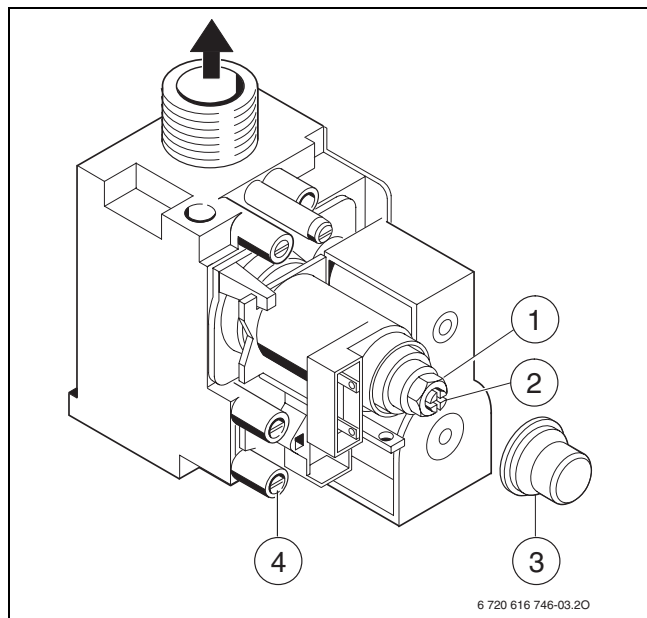

Fig. 53 Bloc gaz
- Pour « max » prendre la pression aux injecteurs indiquée (mbars) dans le tableau sur la page 52 ou 53 et la contrôler. Vérifier que l'écrou (→ fig. 53 [1]) est bien serré en butée sur le corps laiton.
- Pour « min » prendre la pression aux injecteurs indiquée (mbars) dans le tableau sur la page 52 ou 53. Régler la pression aux injecteurs au moyen de la vis de réglage de débit gaz minimal (→fig. 53 [2]).
- Desserrer la vis dans la prise de mesure de la pression de raccordement (→ fig. 53 [4] en page 40) et brancher un manomètre à cette prise.
- Retirer le capuchon (→ fig. 53 [3]) du bloc gaz.
- Pour « max » prendre le débit de gaz indiqué dans le tableau sur la page 52 ou 53 et le contrôler. Vérifier que l'écrou (→ fig. 53 [1]) est bien serré en butée sur le corps laiton.
- Pour « min » prendre le débit de gaz indiqué dans le tableau sur la page 52 ou 53. Régler la pression aux injecteurs au moyen de la vis de réglage de débit gaz minimal (→ fig. 53 [2]).